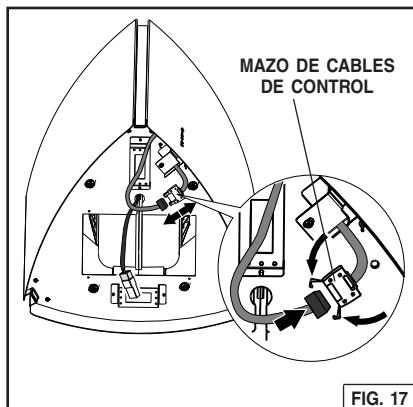

FIG. 17
1. Baje el mazo de cables de control y colóquelo en el conector. Fig. 17.